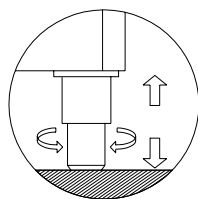

Рис. 1
- Установить холодильник на плоской и ровной поверхности (используя регулируемые ножки). **(Рис.1)**